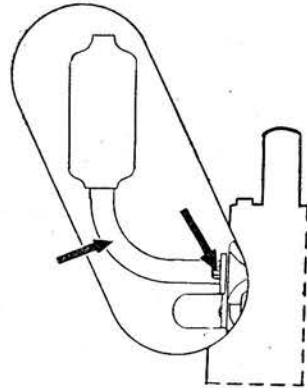

Рис. 8
10. Ключом 14 мм отвернуть два болта (рис. 8) и отнять выхлопной угольник с глушителем. Сохранить прокладку фланца.